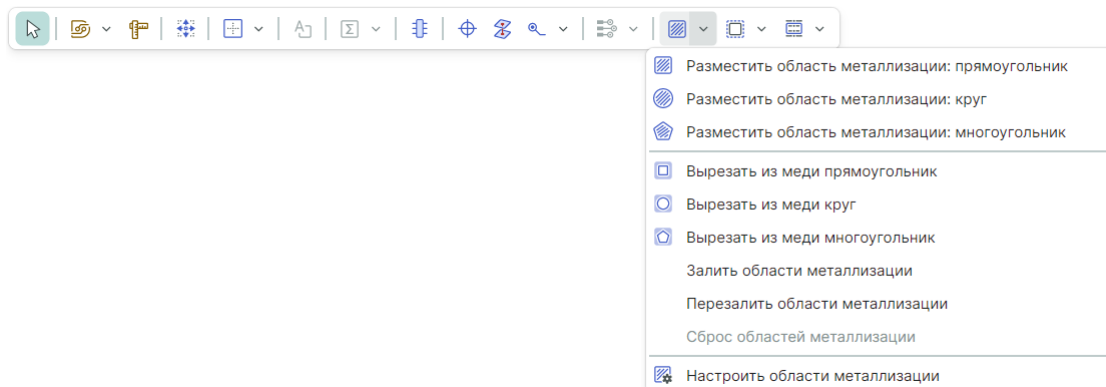

Рис. 426 Включение инструмента «Разместить область металлизации» из встроенной панели редактора с выбором формы контура
2. Активируйте инструмент «Разместить область металлизации» с выбором фигуры контура области металлизации, см. Рис. 426.